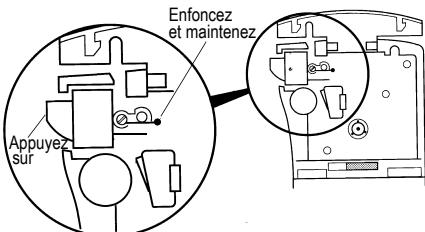

Figure 10
2. Placez la pointe d'un stylo à bille ou d'un crayon sur la pièce en forme de L comme illustré par la Figure 10 et enfoncez la pièce.